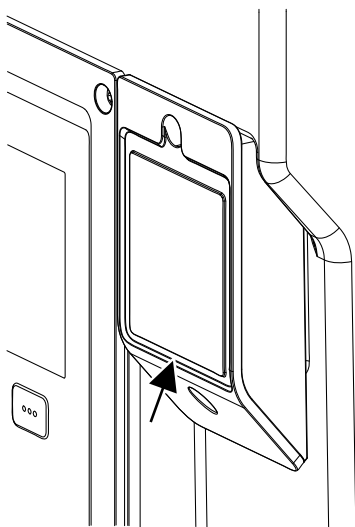

Fig. 27: Pokrywa modułu BT Wilo-Smart Connect
1. Odkręcić śrubę pokrywy modułu Wilo-Smart Connect (Fig. 27) i otworzyć pokrywę.
Z uwagi na konstrukcję moduł BT Wilo-Smart Connect należy wstawiać tylko w jednym osiowaniu. Dalsze zamocowanie samego modułu nie odbywa się. Pokrywa modułu BT Wilo-Smart Connect (Fig. 27) na górnej części modułu elektronicznego powoduje trzymanie modułu w interfejsie.